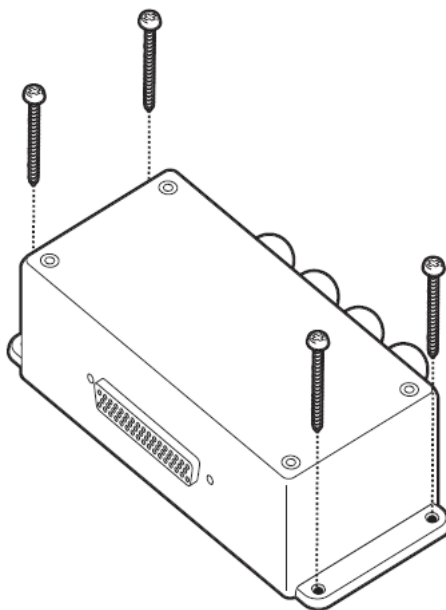

Рис. 38 Установка клеммной коробки
- Приемопередатчик поставляется в комплекте с четырьмя самонарезающими винтами для крепления клеммной коробки к подходящей поверхности. Рекомендации содержатся на Рис. 38.